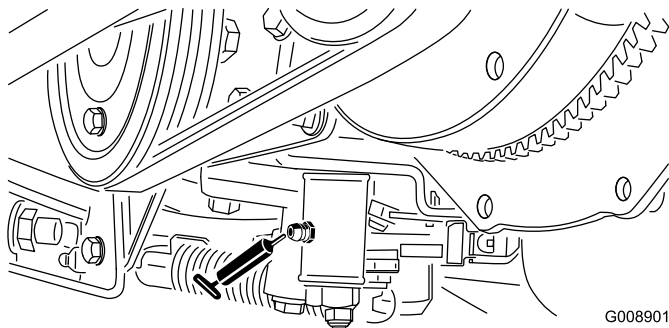

Figura 52
- Meccanismo di regolazione della folle (Figura 52)